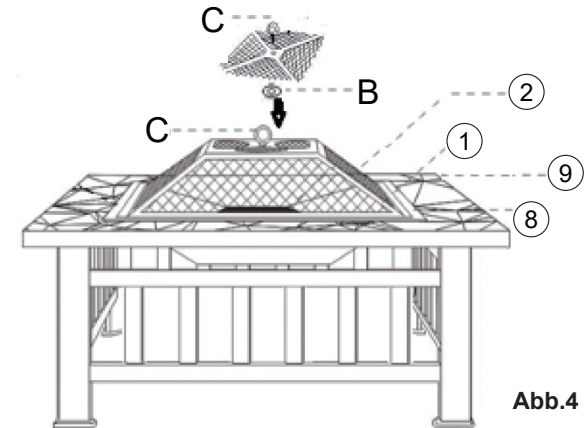

Abb.4
Platzieren Sie die Feuerschale (8) in der Mitte des oberen Rahmens (7) und legen Sie den Eisenrost (2) und den Grill (9) in die Feuerschale (8). Befestigen Sie den Deckelring (C) mit der Mutter (B) am Netzdeckel (1) und platzieren Sie dann den zusammengebauten Netzdeckel über der Feuerschale (8) (siehe Abb. 4).